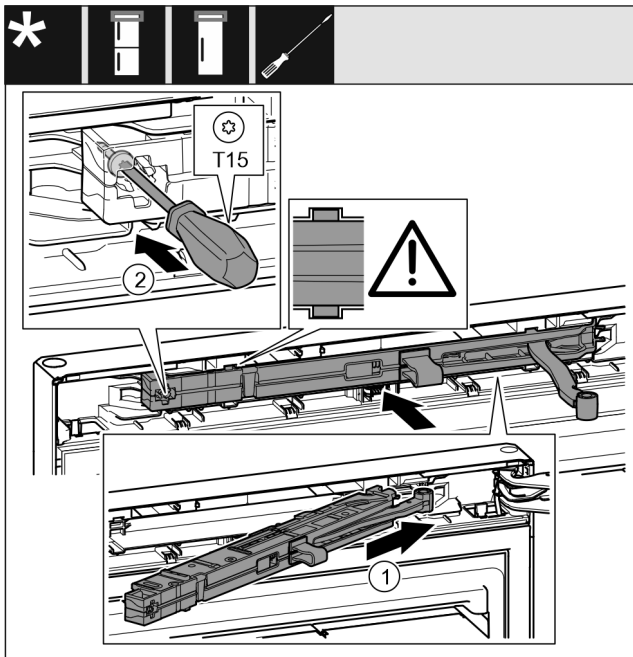

Fig. 30
- ▶ Côté support de palier, pousser l'unité d'amortissement de fermeture Fig. 30 (1) jusqu'en butée de biais dans l'évidement.
- ▶ Serrer la vis Fig. 30 (2) avec un tournevis.